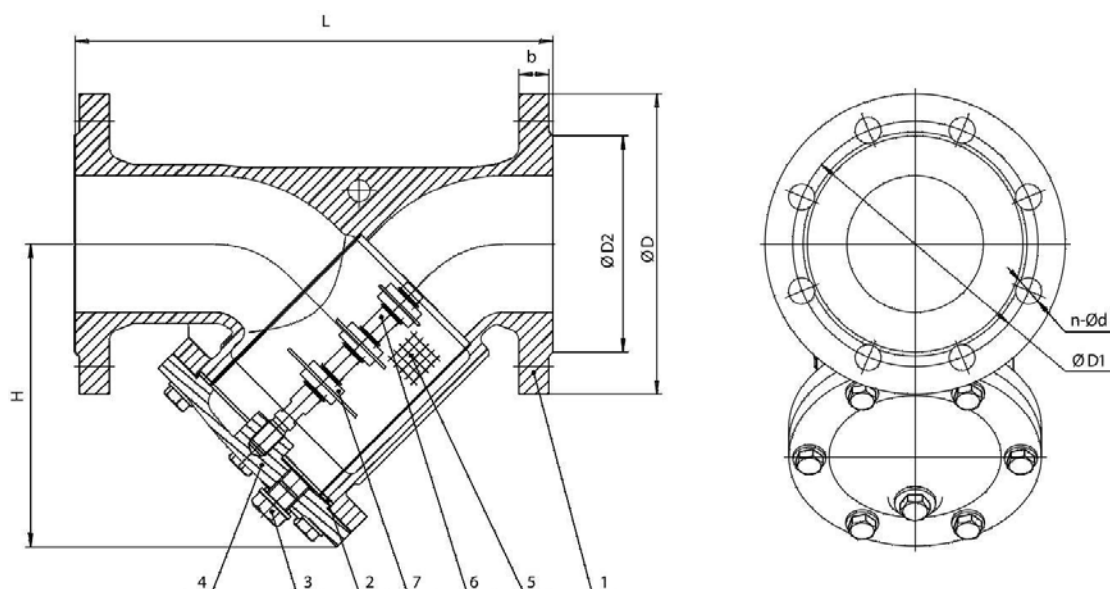

Рис. 1
1.2.6. Основные размеры и характеристики фильтра приведены на рис.1 и в табл.2.
1.3.1. Основные элементы конструкции фильтра приведены в табл.1, на рис.1.
1.3.2. Принцип действия фильтра основан на улавливании механических примесей внутренней поверхностью фильтрующего элемента сетки (5) с осаждением этих примесей на дне осадочной камеры корпуса (1) с крышкой (4) и ферромагнитных включений наружной поверхностью магнитов (7), расположенных на стержне (6) (рис.1).